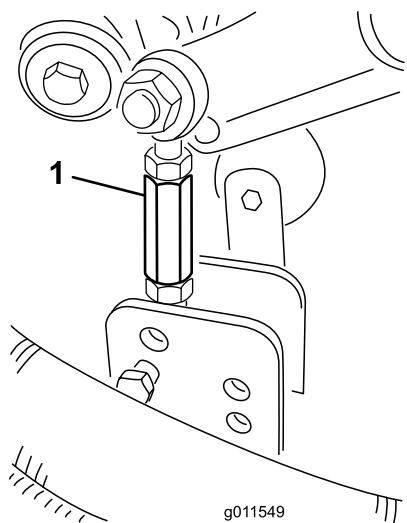
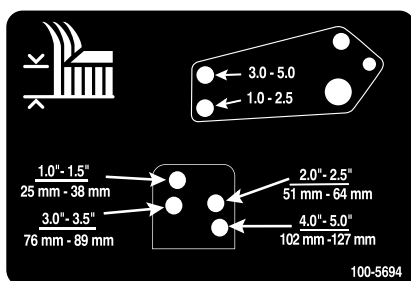

Figura 24
Figura 25
8. Retire os contrapinos tipo grampo e os pinos de segurança que fixam os elementos de ligação do amortecedor aos suportes da unidade de corte (Figura 24). Alinhe os orifícios do elemento de ligação do amortecedor com os orifícios da altura de corte desejada na estrutura da unidade de corte (Figura 25) e monte os respectivos pinos de segurança e contrapinos tipo grampo.